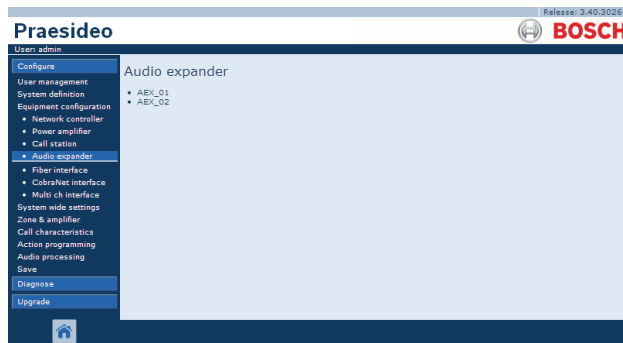

figura 44.36: Configurar expansor de audio, paso 1
- 1 Vaya a *Configure > Equipment configuration > Audio expander*. Aparece una pantalla similar a la mostrada en figura 44.36 en el cuadro principal de la interfaz Web.